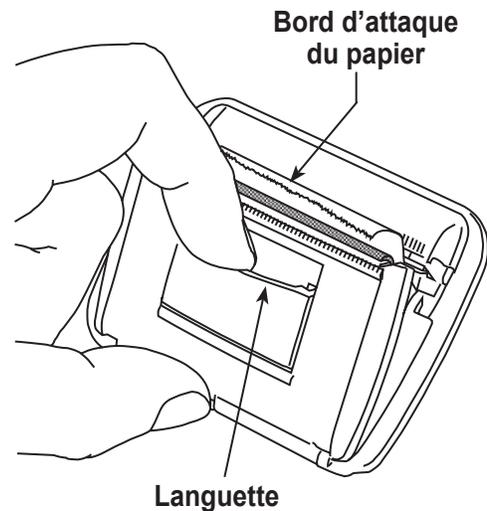

Figure 26
1. Déposez le couvercle de l'imprimante en tirant sur les languettes comme indiqué à la figure 26.